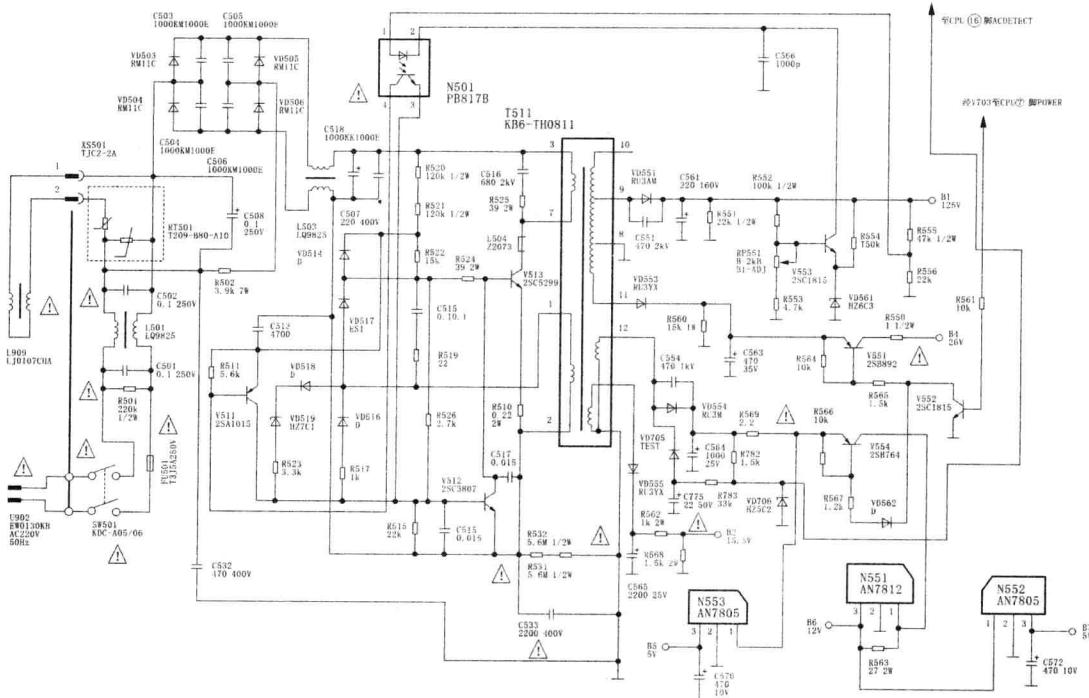

图 2-1 SVA D2930AF 型彩电开关电源电路
工作原理 (图 2-1)交流 220V 电压经开关 SW501、熔断丝 FU501、互感线圈 L501,然后由桥式整流输出 300V 直流电压。该电压经开关变压器 T511 的初级绕组③—⑦加到开关管 V513 的集电极。同时,300V 电压经启动电阻 R520、R521、R522 为开关管的基极提供启动电压。变压器 T511 的①脚输出脉冲经 R519、C515 为开关管提供正反馈电压,维持开关管的振荡。